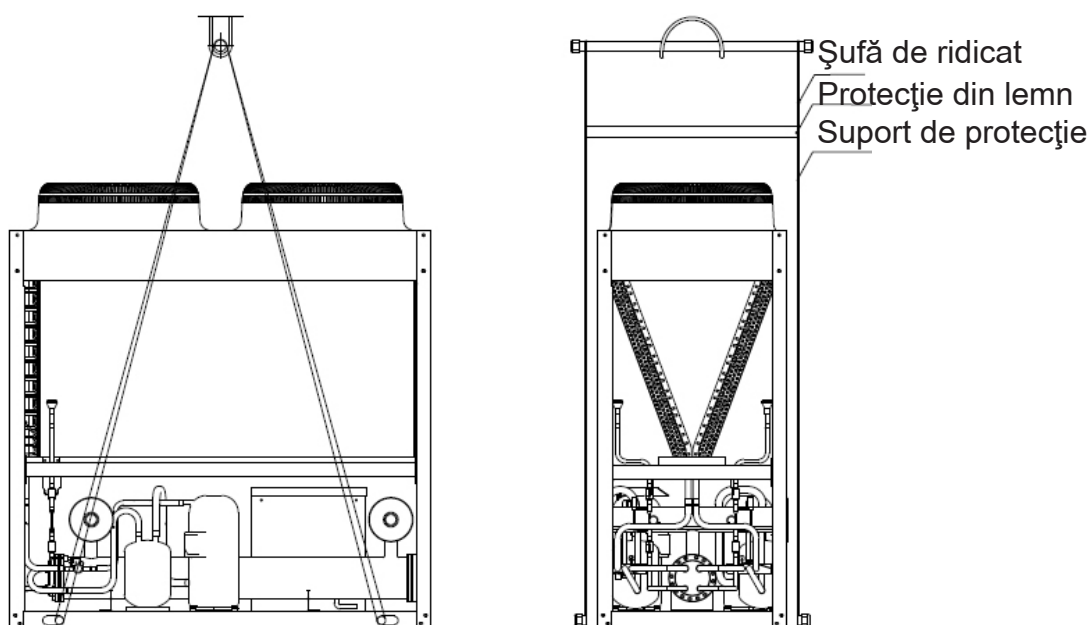
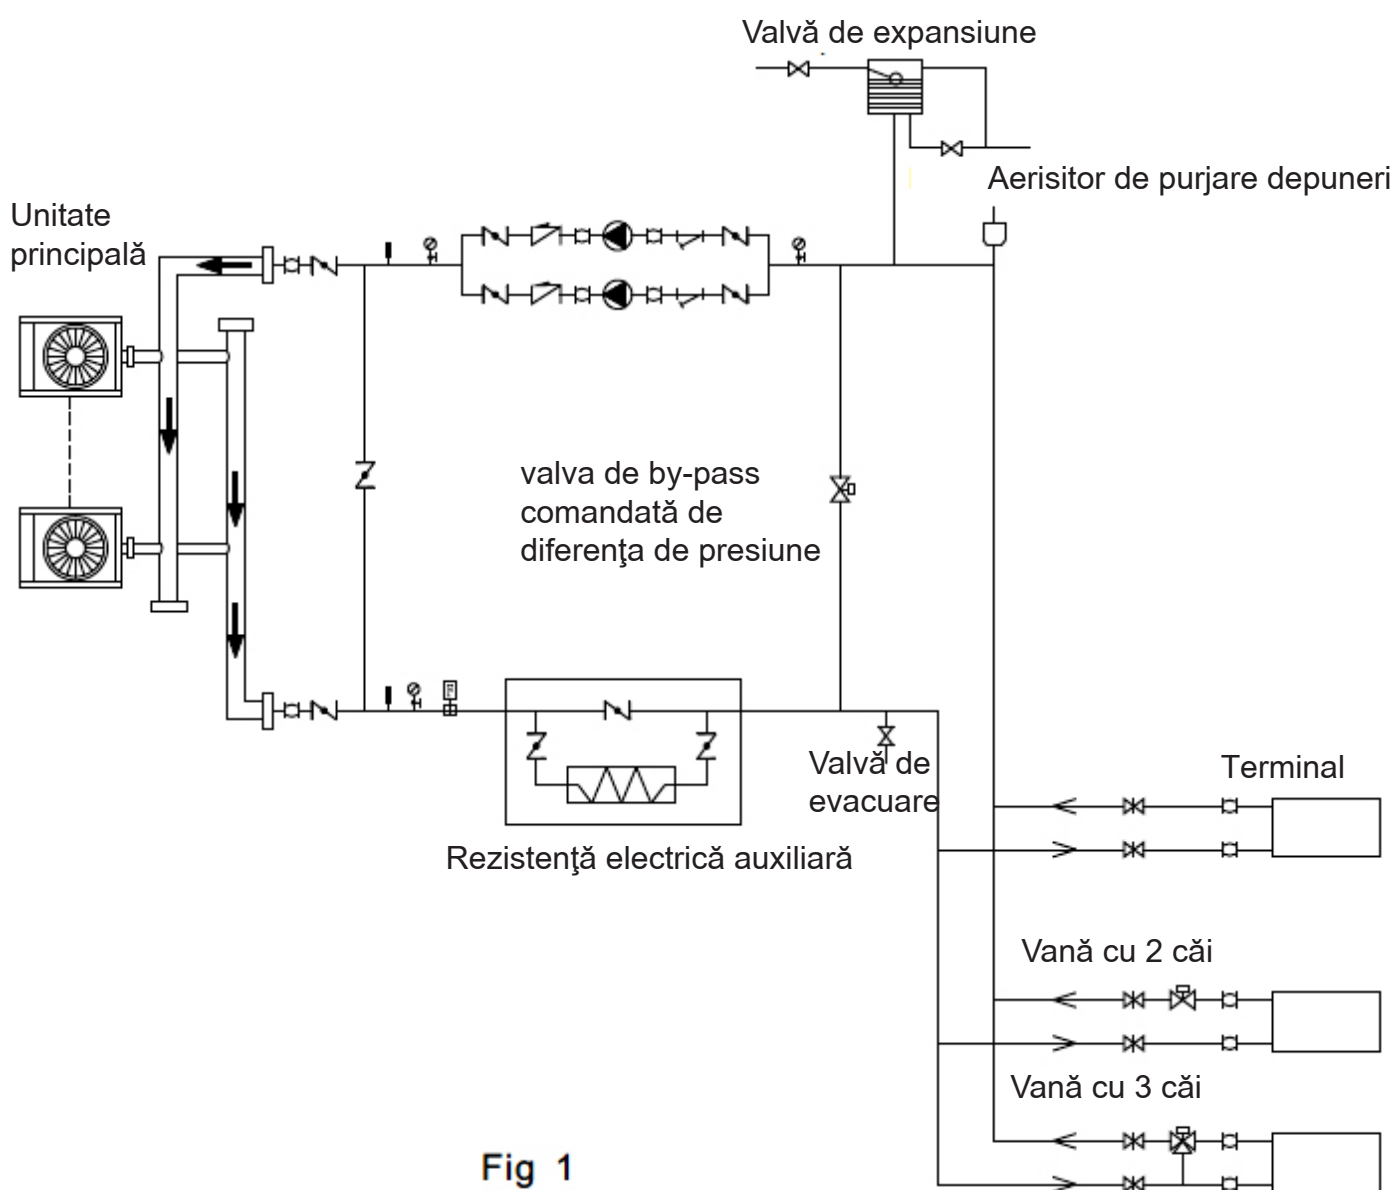
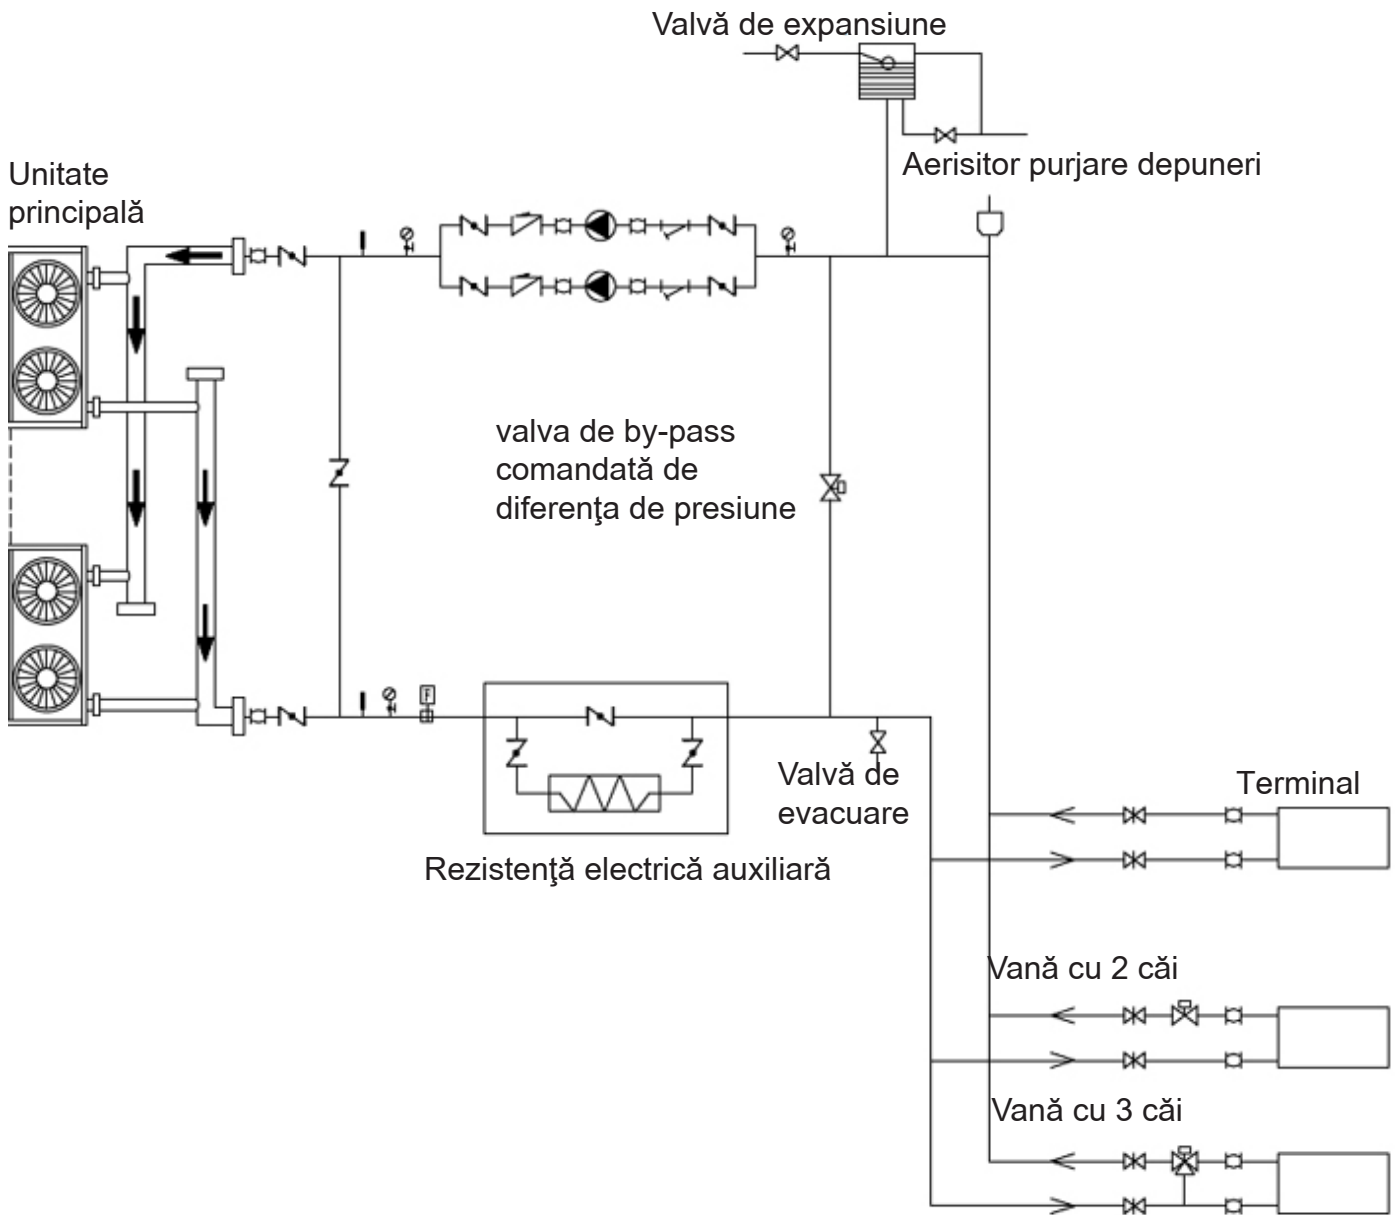

Fig 2
Fig 1
Fig 3
h. Conductele de by-pass și valvele de by-pass așa cum sunt prezentate în Fig.1, Fig.2, și Fig.3 vor fi montate la schimbătorul de căldură în scopul de a realiza curățarea sistemului la exterior a conductelor de apă înainte de a regla unitatea. În timpul operației de întreținere, conducta de apa a schimbătorului de căldură poate fi întreruptă fără a perturba celelalte schimbătoare de căldură.